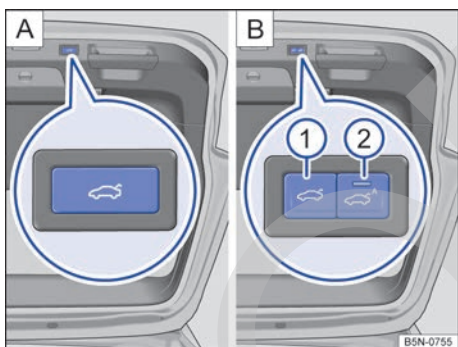

Fig. 78 En el portón del maletero abierto: tecla para el cierre eléctrico del portón.
Leyenda de la fig. 78:
- Pulse brevemente la tecla situada en el portón del maletero → fig. 78 ❶ o → ⚠️.
- **O BIEN:** en los vehículos con el sistema Keyless Access y la función Easy Close → pág. 90, pulse la tecla de la función Easy Close ❷ para cerrar el portón del maletero automáticamente.
- Mantenga pulsada la tecla  → fig. 78  o  situada en el portón del maletero hasta que parpaddeen los intermitentes de emergencia.
Si el portón del maletero está abierto y hay una llave del vehículo válida en su zona de proximidad → fig. 64, se puede cerrar el portón automáticamente pulsando la tecla de la función Easy Close → fig. 78 **(2)**. El portón no se cerrará automáticamente hasta que no se retire la llave de la zona de proximidad del mismo → pág. 99.
- Cuando parpadea el testigo de control de la tecla de la función Easy Close → fig. 78 **(2)**, la función de cierre está activada. El portón del maletero permanece abierto.